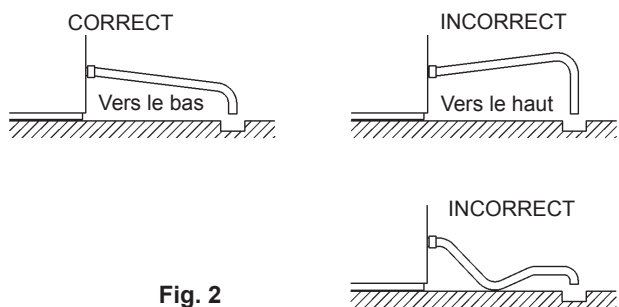

Fig. 2
- * Pour éviter un reflux à l'intérieur du bac de stockage, poser le tuyau de vidange comme illustré à la figure 2.